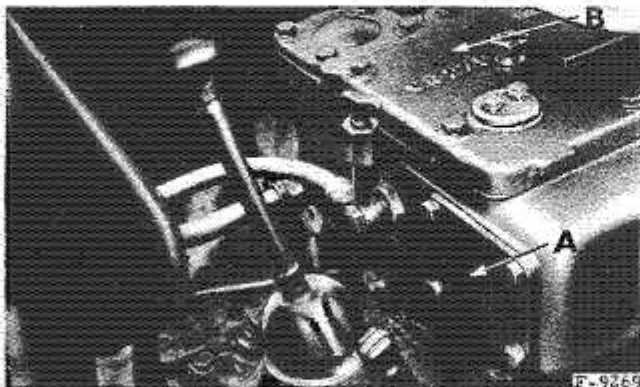

Fig. 44. - A - Couvercle avant de relevage
2. Retirez la plaque avant "A" et le couvercle du carter de relevage "B" (fig. 44).